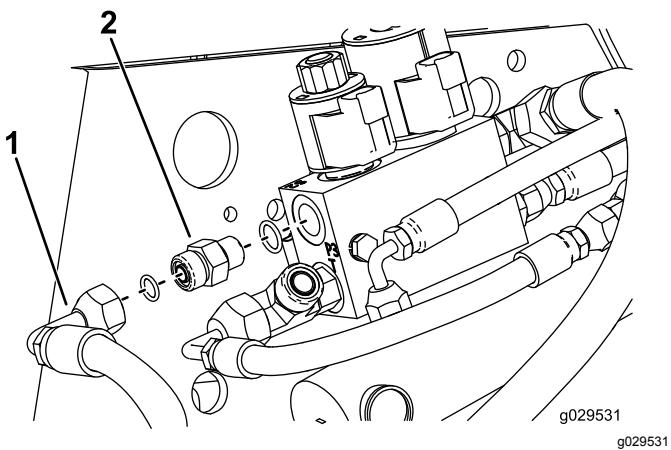

Рисунок 19
- 7. Вверните штуцер гидравлического клапана в отверстие клапана (Рисунок 19).
- 10. Присоедините штуцер шланга к прямому штуцеру (Рисунок 19).